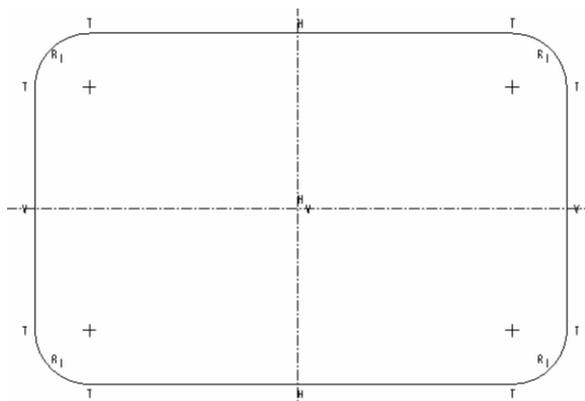

图 1-16 绘制圆角
(1) 单击草绘器工具栏中图标 。
(2) 单击选取四个圆角弧线。
(3) 四个圆角半径相等，出现约束符号 R_1 ，如图 1-16 所示。